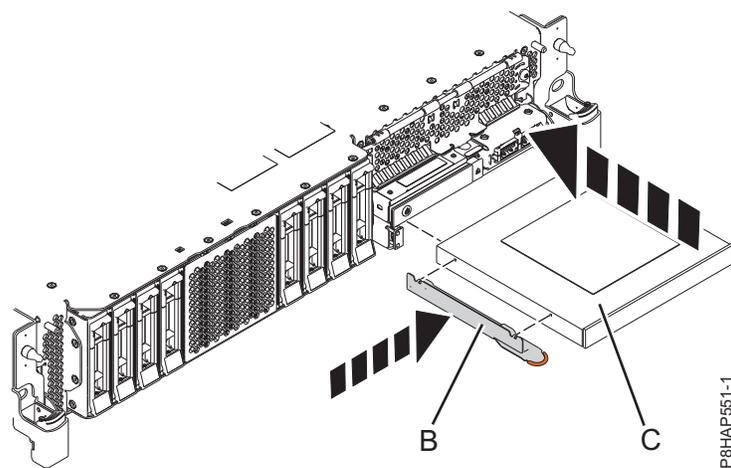
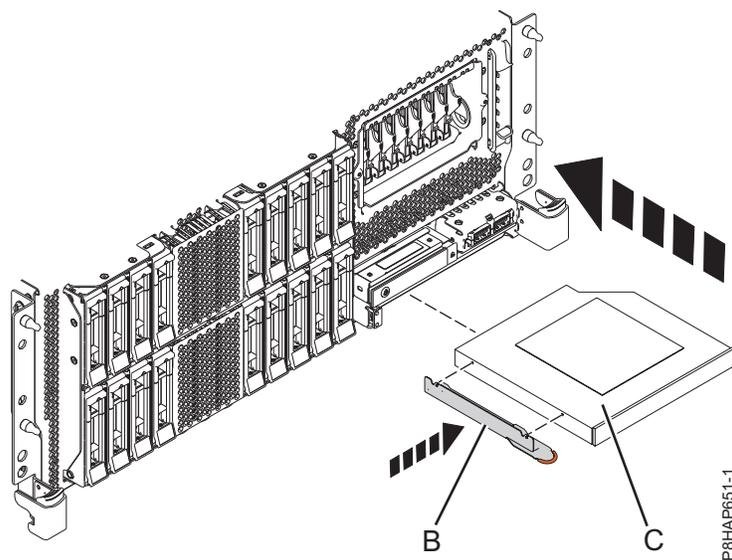
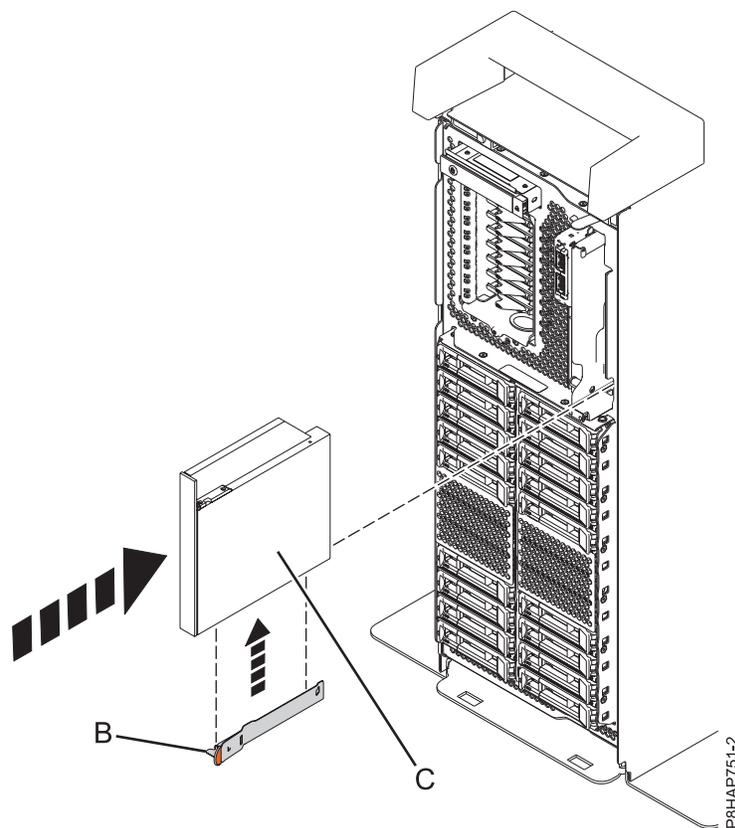

Figura 12. Instalar um Dispositivo de suporte Slimline num sistema 8284-21A ou 8284-22A
Figura 13. Instalar um Dispositivo de suporte Slimline num sistema montado em bastidor 8286-41A ou 8286-42A
Figura 14. Instalar um Dispositivo de suporte Slimline num sistema autónomo
5. Anexe o suporte de fixação (**B**) ao novo Dispositivo de suporte Slimline, conforme demonstrado em Figura 12 na página 17 para um sistema 8284-21A ou 8284-22A, Figura 13 na página 17 para um sistema montado em bastidor 8286-41A ou 8286-42A ou Figura 14 na página 18 para um sistema autónomo 8286-41A.
Para um sistema 8284-21A ou 8284-22A, consulte Figura 12, para um sistema montado em bastidor 8286-41A ou 8286-42A, consulte Figura 13 ou para um sistema autónomo 8286-41A, consulte Figura 14 na página 18.